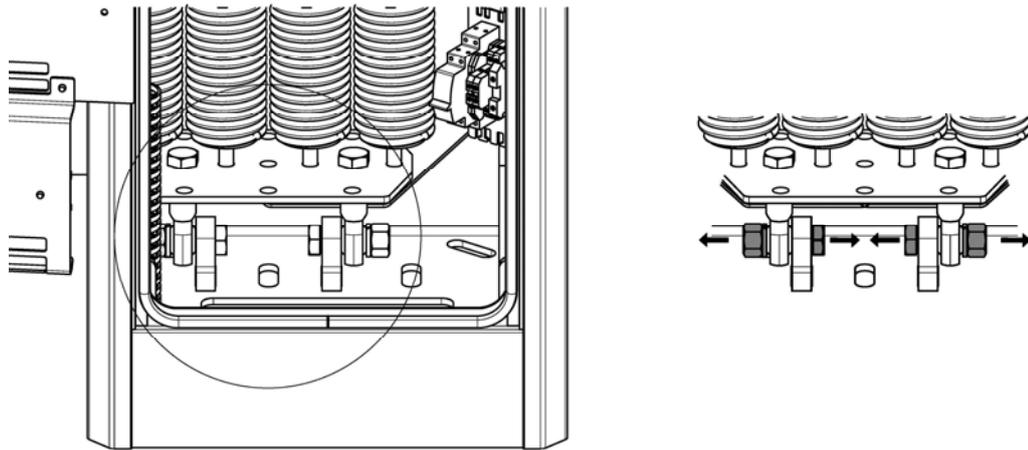

Abbildung 14
- Fixieren Sie jetzt die Schranke vollständig mit den restlichen acht Befestigungen (1) am Fundament.
Der Schwerlastanker in Position (2) muss eingekürzt werden. Er muss bündig mit der Sechskantmutter abschließen, da sonst die Zugänglichkeit zu den Befestigungsschrauben des Federpakets nicht mehr gegeben ist (siehe Abbildung 14). Es darf hier auch nur eine Unterlegscheibe verwendet werden.